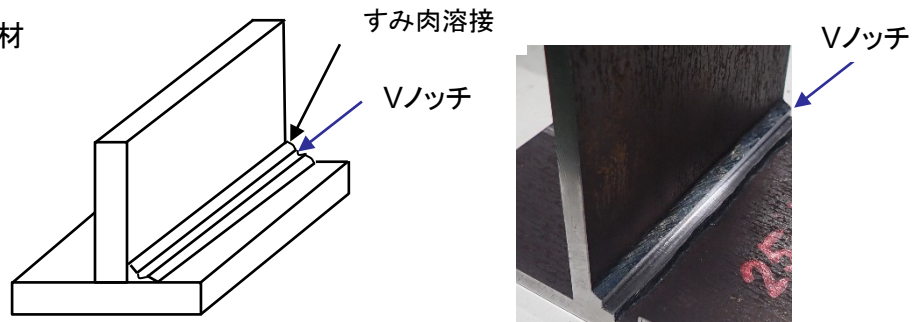

図5 Vノッチ加工後の試験片
- JIS Z 3185「溶接材料の耐ペイント性試験方法」に従い、溶接部にVノッチ加工し破断させることもできます(図5)。